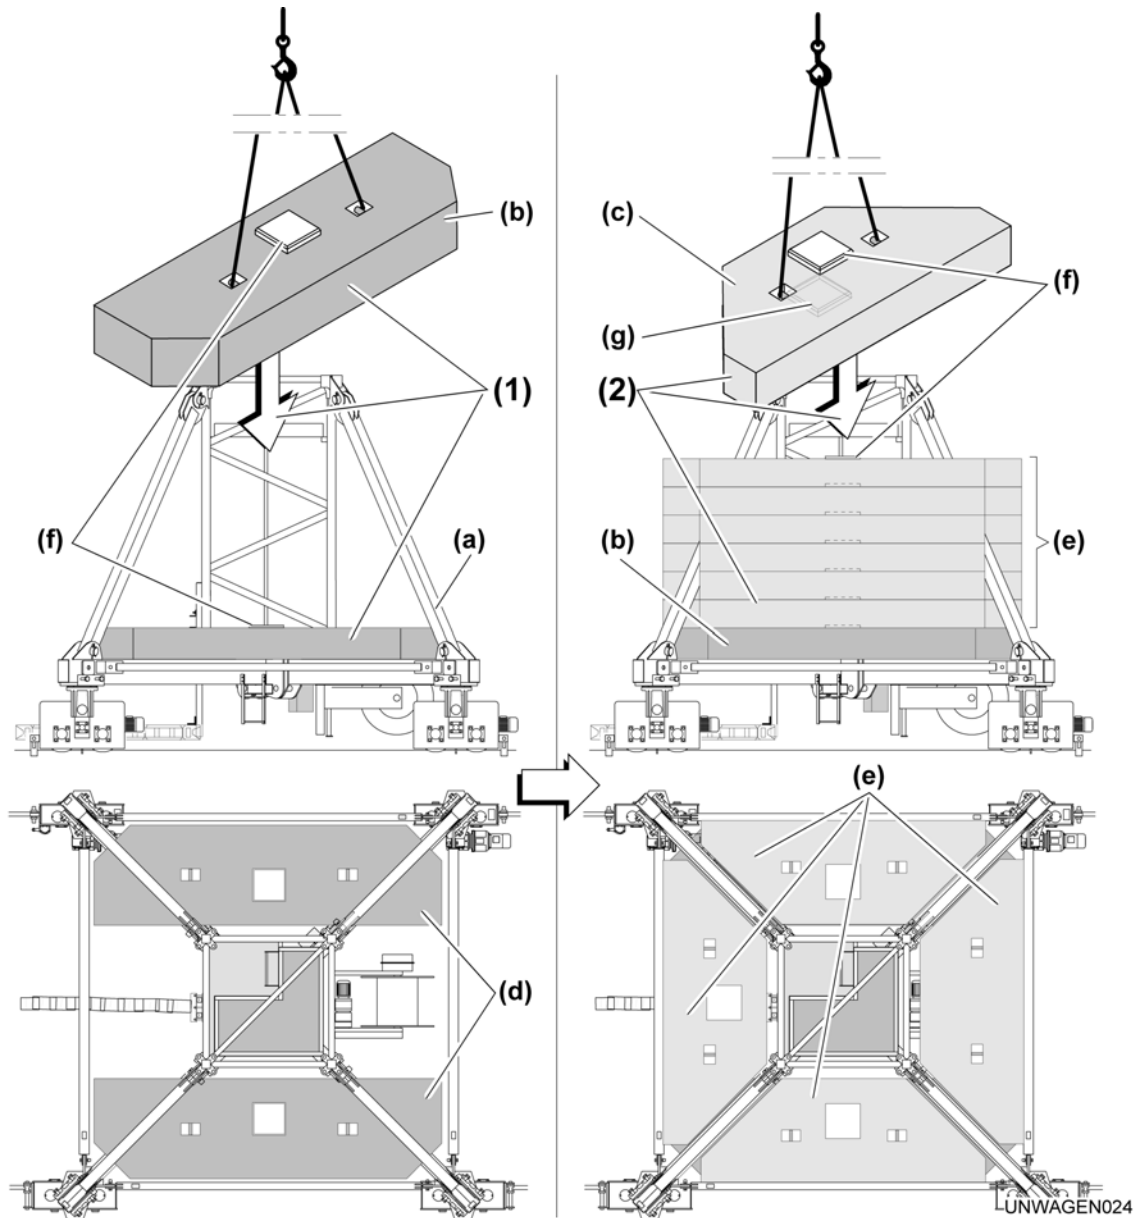

Fig. 6-37 Zentralballast auflegen (Anzahl der Ballastblöcke B als Beispiel gezeichnet)
- ▶ Lagen der Ballastblöcke einhalten (siehe: Fig. 6-37).
- ▶ Ab zweiter Lage (**e**) Ballastblöcke B (**c**) Reihe für Reihe gleichmäßig gegenüberliegend verteilen und exakt auflegen (siehe: Fig. 6-37). **(2)**